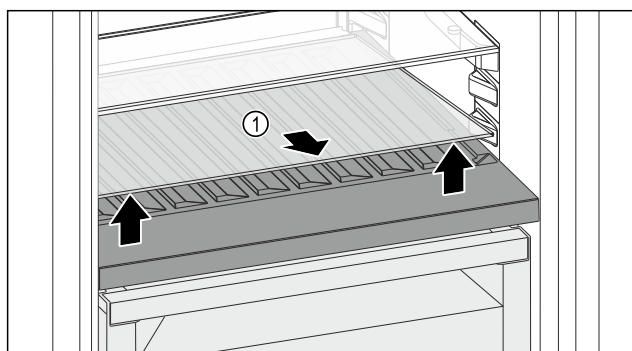

Fig. 122
- 抬起前部槽上的玻璃隔板 Fig. 122 (1) 并取出。
- 将玻璃隔板 Fig. 122 (1) 稳妥地放在冰箱外。